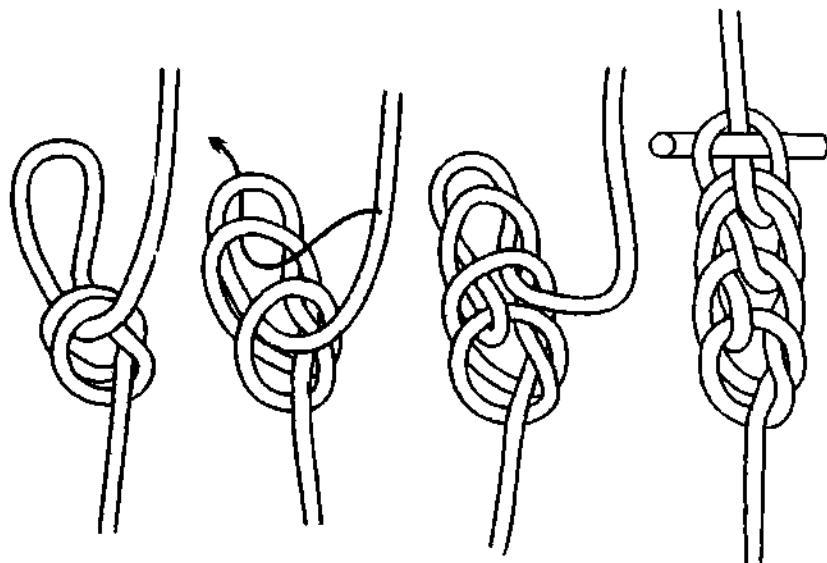

Рис. 151. Двойная мартышкина цепочка.
*Двойная и тройная мартышкины цепочки* ещё в большей степени укорачивают трос (рис. 151, 152), но время их вязки увеличивается соответственно вдвое и втрое. Вязка цепочек начинается из быстроразвязывающегося *двойного и тройного простого узла*. У *двойной мартышкиной цепочки* ходовой конец пропускается в двойную петлю, а у *тройной мартышкиной цепочки* в тройную петлю. Связанные цепочки напоминают своей формой плоскую тесьму.